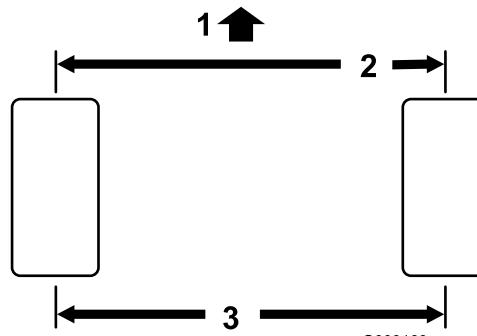

図 48
1. 後輪の前と後ろで、左右のタイヤの中央線距離を測るアクスルの高さ位置で計測。前での計測が 3 mm 小さければ正常である図 48。